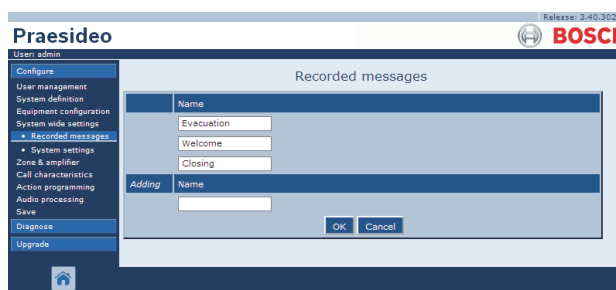

figura 45.3: Registrazione di un messaggio, passaggio 2
- 2 Fare clic sul pulsante *Add* per aggiungere un messaggio registrato. Nella cornice principale dell'interfaccia web, appare una schermata simile a quella in figura 45.3.